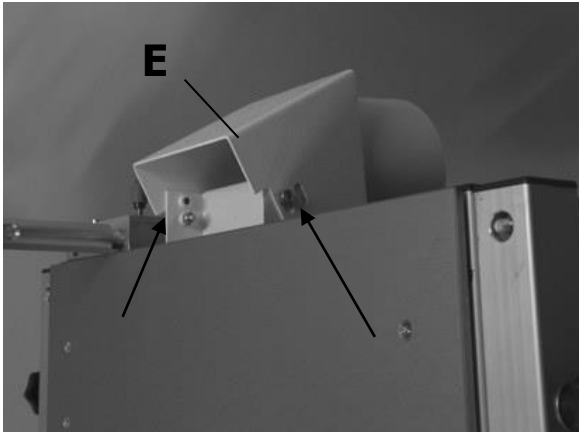

Bild 23
1. je 1 Schraube links und rechts vom Absaugstutzen (E) lösen und Stutzen nach hinten abschwenken (Bild 23)